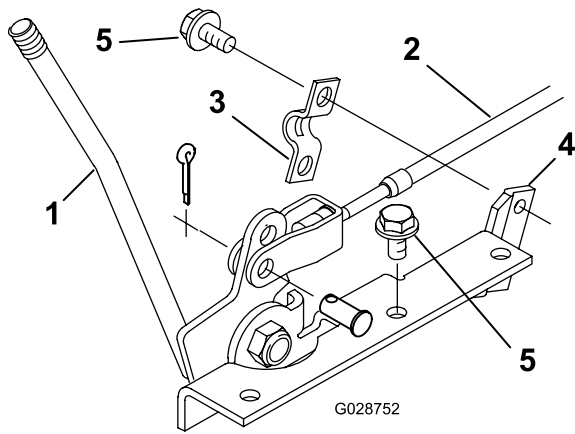

図 13
- 3. PTOケーブルのクレビスをPTOレバーの下側の穴に入れ、クレビスピンとコッターピンで固定する 図 13。
- 4. PTO ケーブルをPTOレバーサポートに固定するクランプ1個とタップねじ2本を使用する (図 13)。